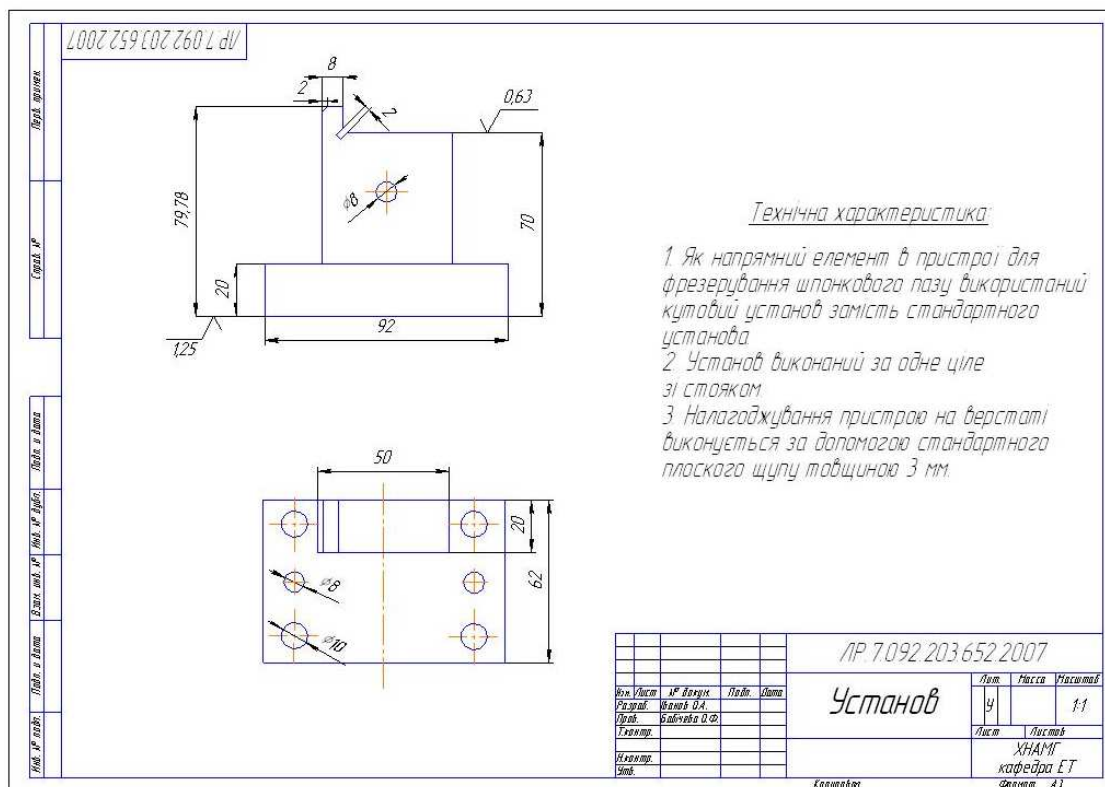

Рис.37 – Креслення нестандартного виробу - установка
5. *Створення установка пристрою для фрезерування шпонкового пазу на валу за рис. 37.* Заповнити штамп і зберегти файл.